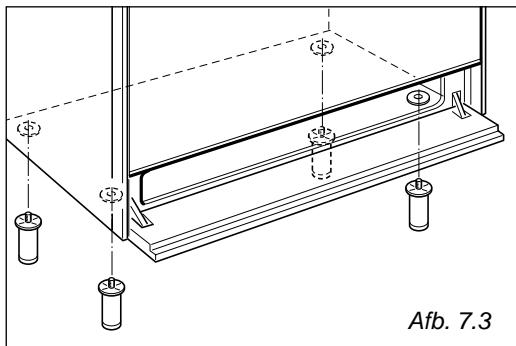

Afb. 7.2
Assembleer het achterscherm "C" (afb. 7.2) alvorens het fornuis te installeren.
- Assembleer het achterscherm zoals aangegeven in afbeelding 7.2 en bevestig het door de schroef "B" en de afstandsring "A" vast te draaien.